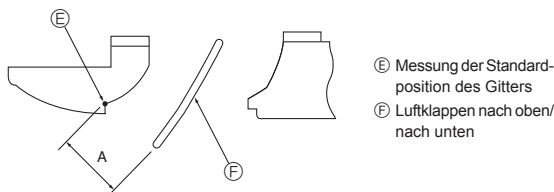

Fig. 8-10
- ② Den Stecker des Schiebermotors des Gebläses, das verriegelt werden soll, trennen. (Dazu die Taste drücken und gleichzeitig den Stecker in der Richtung abnehmen, die durch den Pfeil, wie in der Abbildung dargestellt, angezeigt wird.) Nach Abnehmen des Steckers diesen mit Klebeband isolieren.
- ③ Zum Einstellen der gewünschten Luftstromrichtung die Luftklappen innerhalb des angegebenen Bereichs langsam bewegen. (Fig.8-10)